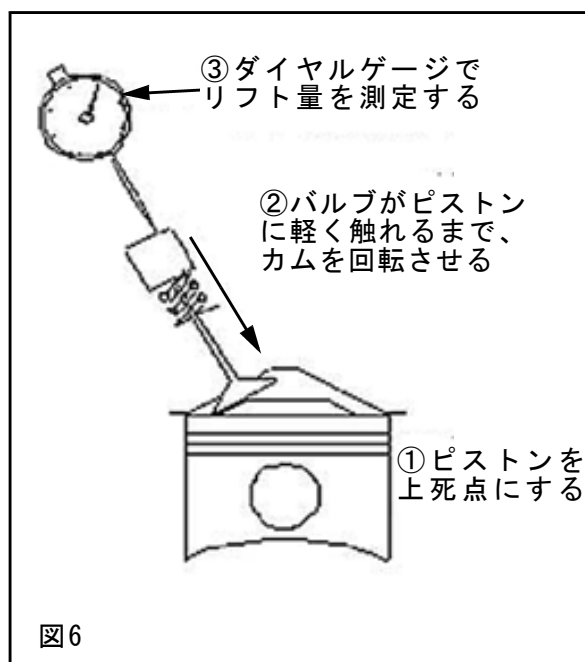

図6
- (1) 第1気筒の吸気バルブがリフトしていない状態で、吸気側リフターにダイヤルゲージをセットしてください。【図6】
- (2) クランクを回転させ、ピストンを上死点にしてください。
- (3) Vカムをゆっくり回転させ、手応えのあった時点で、ダイヤルゲージのリフト量を確認してください。
- (4) Vカムを逆に回し、元の位置に戻してください。
- (5) ダイヤルゲージがスタート位置に戻ったことを確認してください。
- (6) 測定したリフト量が4.4mm以上あることを確認してください。
- (7) ダイヤルゲージを取外し、排気カムを取付けてください。